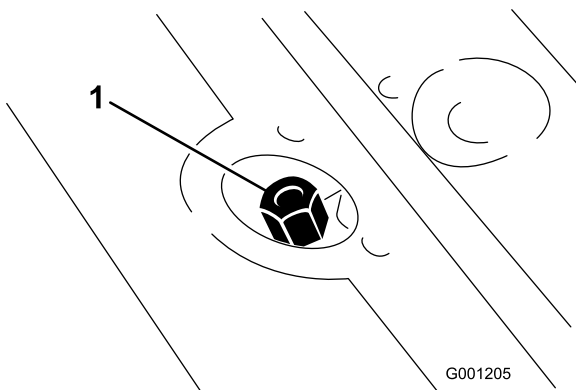

図 25
7. 補給口の首からディップスティックキャップ (図 25) を抜き、ウェスできれいに拭う。